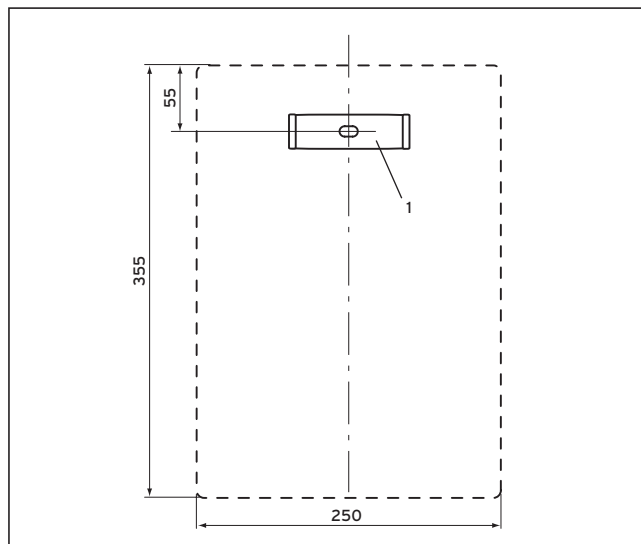

Рис. 2.2 Монтаж кронштейна
- Просверлите отверстие для пластмассового дюбеля 10x40 мм (см. рис. 2.2).